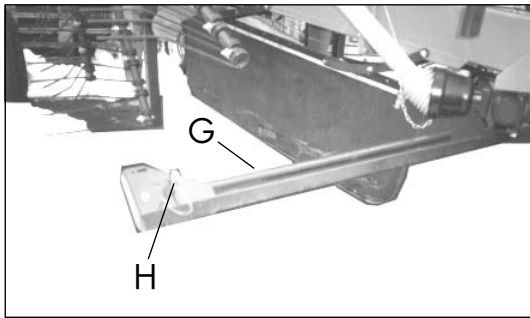

Figure 3-7
1. Replier des deux côtés l'étrier écran (G) et l'arrêter avec une goupille de sécurité (H) (figure 3-7).